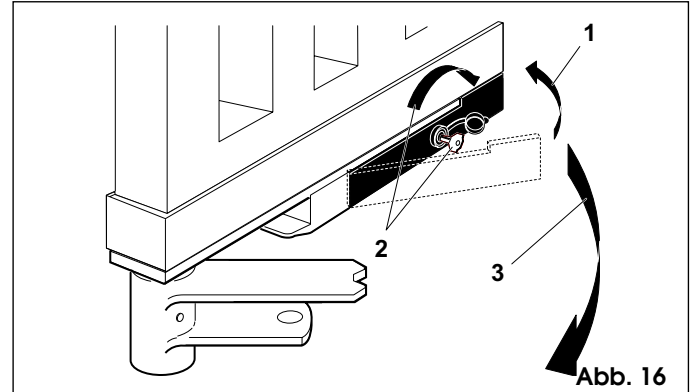

Abb. 16
- Hebel wieder eindrücken (Abb. 16-Pos. 1)
- Schlüssel in das Schloß einstecken und bis zum Anschlag gegen die Pfeilrichtung drehen (Abb. 16-Pos. 2)
- Torflügel manuell betätigen, bis das Elektroschloß in den Verriegelungsbügel einrastet (Abb. 16-Pos. 3)